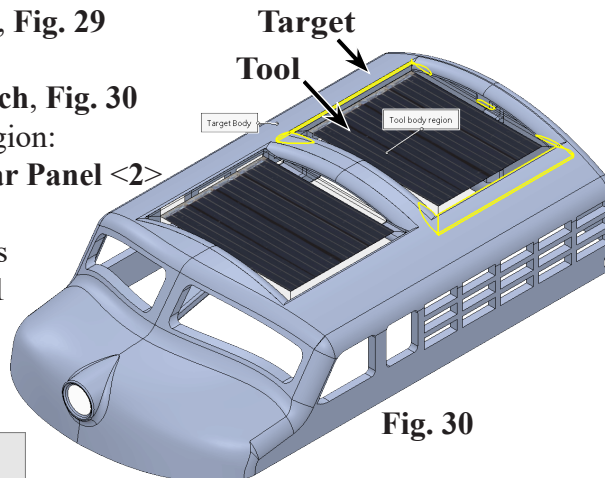

Fig. 30
- click **Hatch**, **Fig. 30**